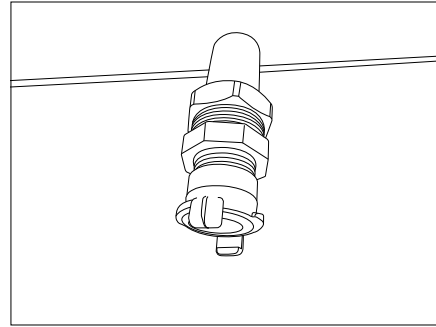

Fig. 173 Raccordement des eaux usées (tuyaux en matière plastique)
- Raccorder les eaux usées au raccordement des eaux usées (tuyaux en matière plastique, Fig. 173).